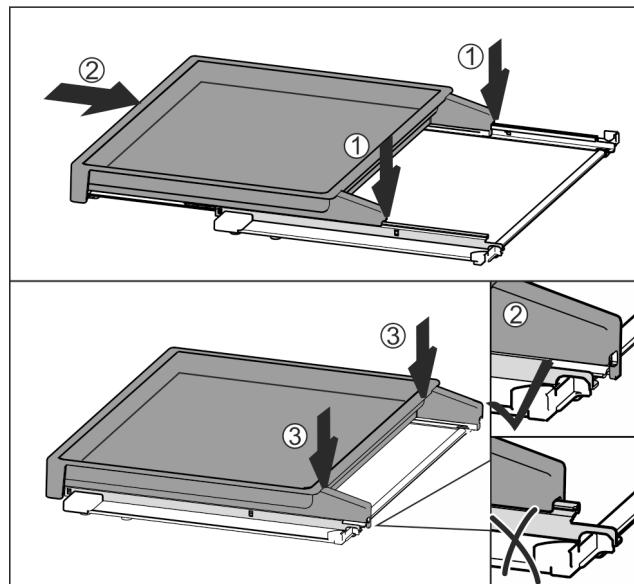

Fig. 115
- ▶ Nasad'te vyťahovaciu poličku centricky na koľajničky Fig. 115 (1).
- ▶ Úplne zasuňte vyťahovaciu poličku Fig. 115 (2).
- ▶ Tlačte na zadnú stranu, kým počutelne nezapadne Fig. 115 (3).